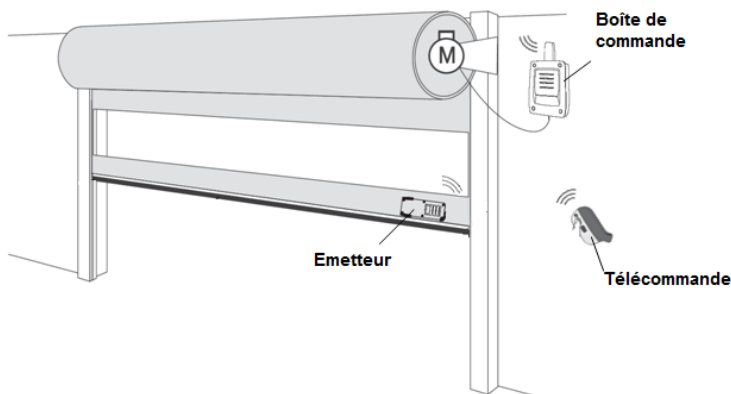

Fig. 3 Schéma du système automatisé de protection du bord inférieur
1.3.6.2 Le système se compose des pièces et des appareils suivants (voir figures 3 et 4) :